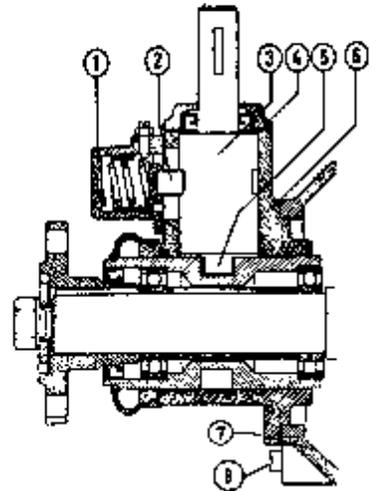

Abb. 58 Schaltmechanismus
1. Öl aus dem Wendetriebe durch Herausschrauben der Ölablaßschraube (8, Abb. 58) ablassen.
3. Die Halteschrauben zwischen Lagergehäuse (6) und Gehäuse (7) lösen. Das Lagergehäuse einige Millimeter in Richtung Heck ziehen (wird durch vorsichtiges Einschalten mit dem Hebel erleichtert). Ein Messer zwischen die Dichtflächen stecken und vorsichtig die Dichtung lösen, so daß diese nur an der einen Dichtungsfläche festsetzt.
1. Sperrgehäuse (1, Abb. 58) lösen und den Sperrbolzen (2) herausheben.
2. Deckel (4) lösen, ohne diesen von der Welle abzuheben.
3. Welle (3) mit Deckel (4) aus dem Gehäuse heben und die Welle eine halbe Umdrehung drehen. Dabei auch den Mitnehmer (5) eine halbe Umdrehung drehen und die Welle einbauen.